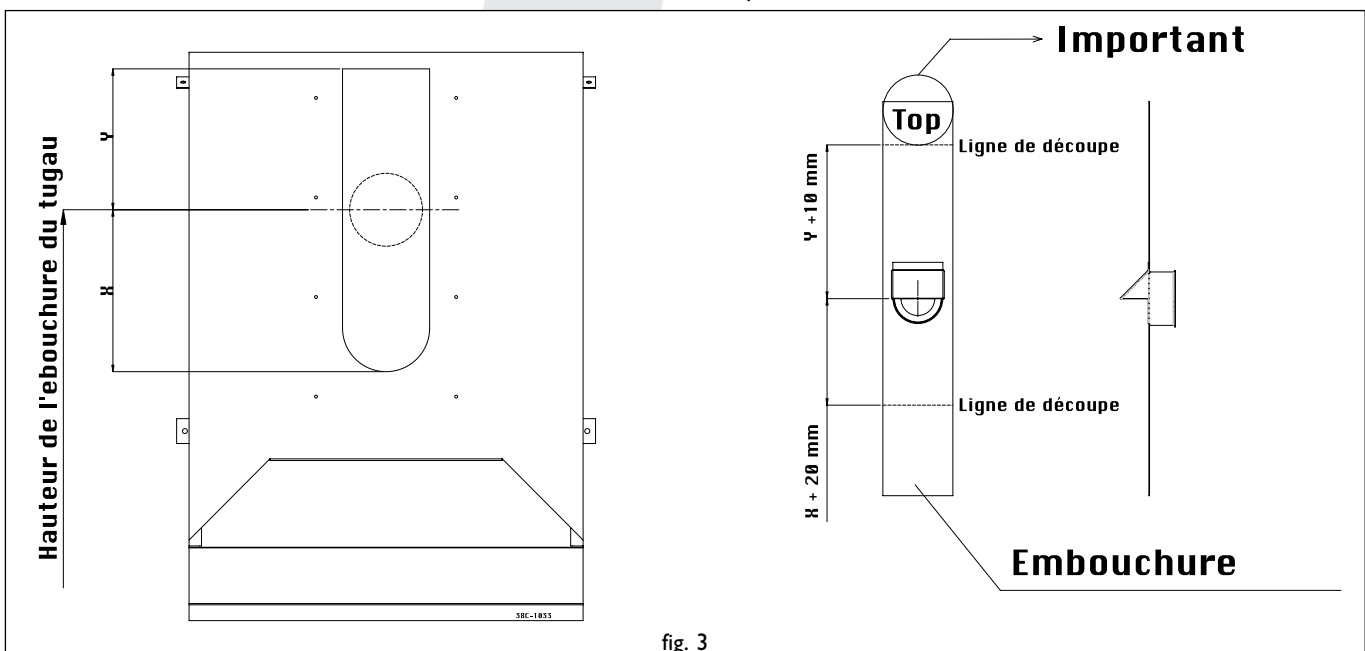

fig. 3
- Procédez au raccordement de la sortie des fumées à la cheminée et déterminez la longueur de la plaque à l'aide de la fig. 3